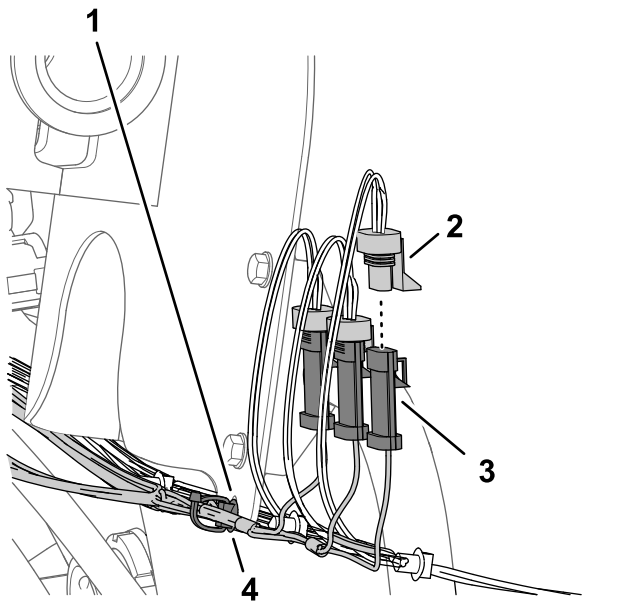

图 86
1. 将标有左喷洒的 89cm 线束支管的 3 针接头连接至标有左喷洒阀的机器线束 3 插槽接头图 86。
2. 将标有中间喷洒的套件线束 3 针接头连接至标有中间喷洒阀的机器线束 3 插槽接头图 86。
3. 将标有右喷洒的套件线束 3 针接头连接至标有右喷洒阀的机器线束 3 插槽接头图 86。
4. 将套件线束的压入式紧固件插入流量计支架法兰的孔中图 86。